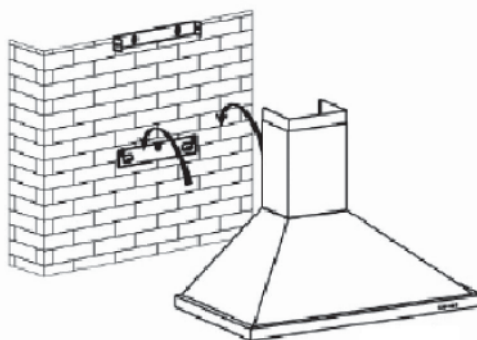

рис. 2
(рис. 2).
- Установите купол на крепление и прикрутите винтами, поставляемыми в комплекте (рис. 2).